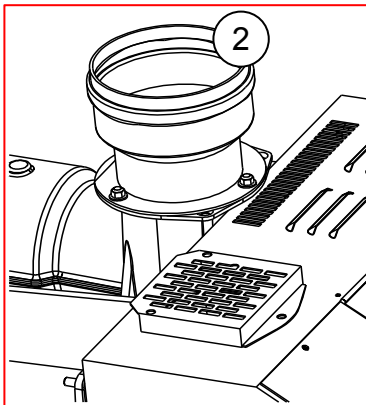

Abb.: 29
Bei der Ausführung **Typ B**, muss das Gitter (1) entfernt und der Abgasstutzen (2) gemäß Abbildung 29 montiert werden. Bei Entnahme der Verbrennungsluft aus dem Aufstellraum muss dies ohne Gefahren möglich sein. Die Verbrennungsluftmenge beträgt 1,75 m3/h pro kW.